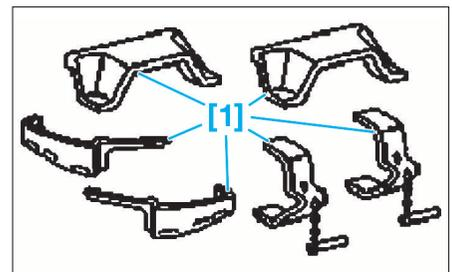

FIG. 25
- [1]. Gabarit de coupe (203 589 06 23 00) (Fig.25).